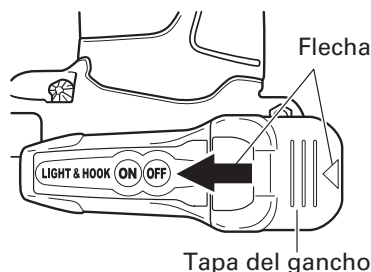

Fig. 11
Quite la tapa del gancho empujando en la dirección de la flecha. (Fig. 11)
(3) Haga coincidir la muesca del cuerpo principal del gancho con el saliente de la tapa del gancho, presione la tapa en la dirección opuesta a la flecha mostrada en la Fig. 11 y apriete el tornillo.